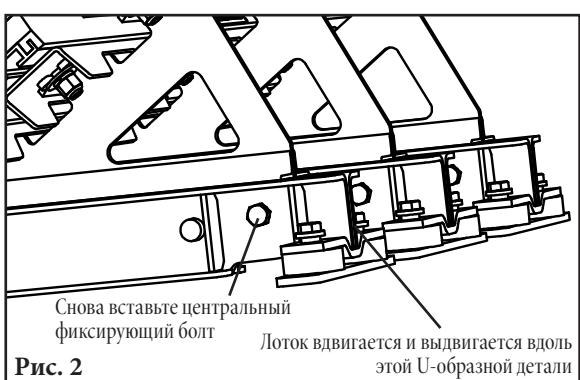

Рис. 2
- Ослабьте половинки станции.** Выверните болт с каждой стороны всех поперечных распорок (рис. 2).